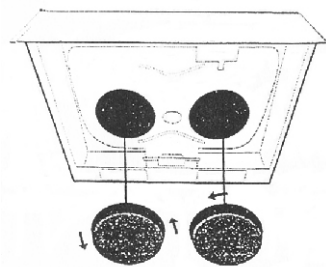

рис. 7
- установите угольные фильтры для (рис.7)